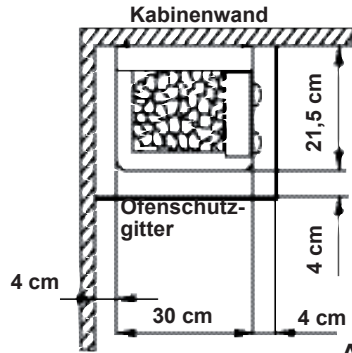

Abb. 1
- Bei der Montage des Saunaofens ist darauf zu achten, dass der senkrechte Abstand zwischen Oberkante Saunaofen und Saunadecke mindestens 90 cm und der waagerechte (seitliche) Abstand zwischen Ofen und Kabinenwand mindestens 4 cm beträgt (Abb. 1). Der Abstand zwischen Ofenunterkante und Fußboden muss mindestens 16 cm betragen (Abb. 3). Grundsätzlich ist zu beachten, dass der Ofen nicht auf den Boden gestellt werden darf. Zweckmäßige Bodenbeläge im Saunabereich sind Keramikfliesen o.ä.